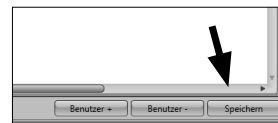

Fig. 3 : Gestion des utilisateurs
- Appuyez **Sauvegarder**, les données seront importées (Fig. 3).